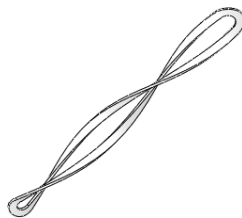

图 6-77 生成扭曲零件
- 08 单击对话框中的 【确定】按钮，生成弯曲特征，如图 6-77 所示。